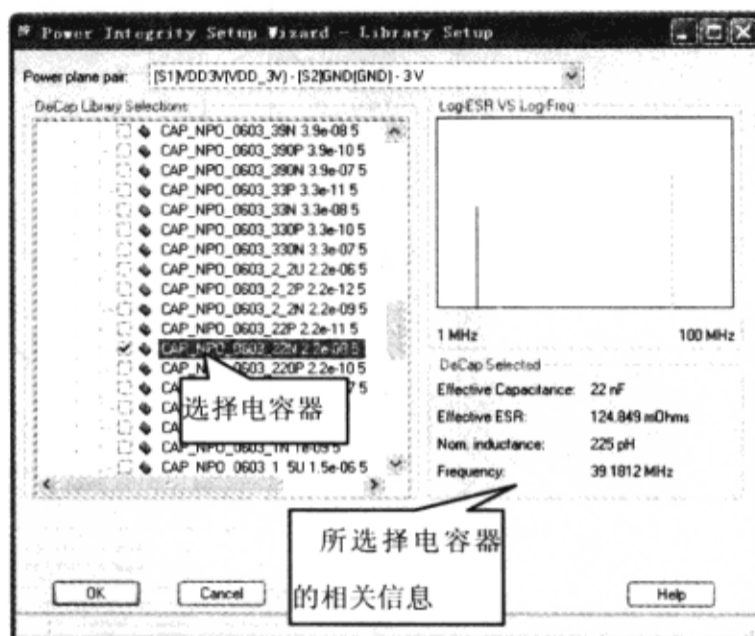

图 8-8-62 所选择电容器的相关信息
(7) 向下滚动电容器列表，在电容器上单击鼠标左键，电容器的电容值、等效串联电阻 (ESR)，额定电感值和谐振频率就会在窗口的右边显示，通过窗口中的提示信息，选择一个其谐振频率和反谐振波峰频率相接近的电容器。通过比较，我们选择“CAP\_NPO\_0603\_22N”，单击电容器旁边的选择框，可以看到此时的额定电感值为 225pH，这是因为之前对默认值做了修改，如图 8-8-62 所示。